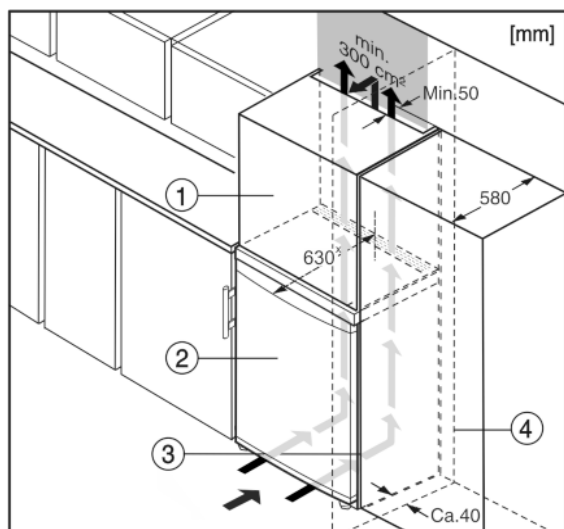

Fig. 5
Spotřebič lze zabudovat do kuchyňských skříní. K vyrovnání spotřebiče Fig. 5 (2) na výšku kuchyňské linky lze na přístroj nasadit nástavec Fig. 5 (1).
Při montáži do kuchyňských skříní (hloubka max. 580 mm) lze přístroj instalovat hned vedle kuchyňské skříně Fig. 5 (3). Přístroj přesahuje přední stěnu kuchyňské skříně na stranách o 34 mm x a uprostřed o 50 mm x.
Když se přístroj instaluje závěsy vedle stěny Fig. 5 (4), musí být vzdálenost přístroje od stěny alespoň 40 mm. To odpovídá přesahu madla při otevřených dveřích.